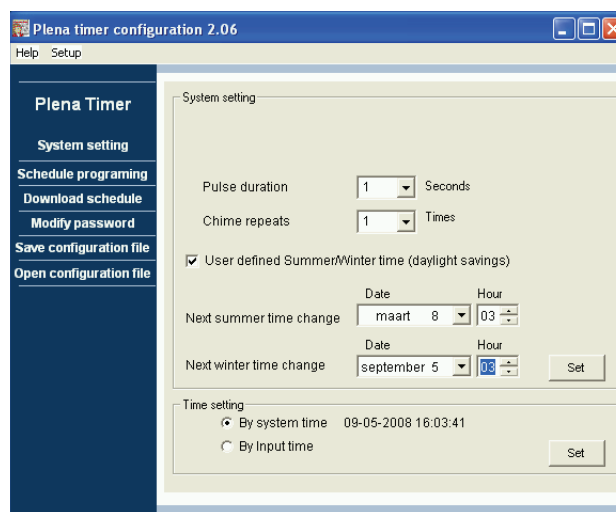

figure 8.13: Fenêtre "User defined Summer/Winter time"
- Cliquez sur la case d'option « By input time » puis sur le bouton Set pour synchroniser l'horloge du Plena Weekly Timer avec l'heure requise. La fenêtre suivante s'affiche (voir figure 8.13).